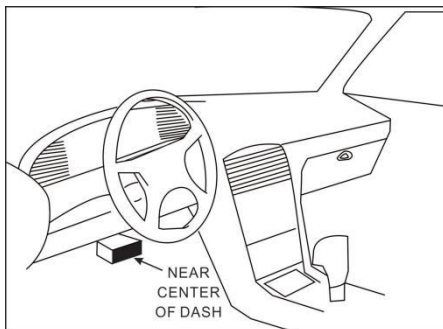

Figura 2-2
2. Individua la presa DLC del veicolo: fornisce 16 pin standard e si trova generalmente sul lato conducente, a circa 12 pollici dal centro del cruscotto. Vedi figura 2-2. Se il DLC non è equipaggiato sotto il cruscotto, verrà fornita un'etichetta che indica la sua posizione. Nel caso in cui non venga trovato alcun DLC, fare riferimento al Manuale di riparazione dell'automobile.